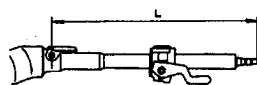

Рис. 10.40 Измерьте длину рулевой колонки (L) для проверки деформации (См. Раздел 16)
6. Если подшипники колонки повреждены или изношены, рулевую колонку необходимо заменить. Если они годятся для дальнейшего использования, очистите и смажьте подшипники многофункциональной смазкой. Осмотрите колонку на наличие повреждений или деформации и замените ее, если необходимо. Установите вал в колонку так, чтобы расстояние L между точками, показанными на Рис. 10.40, было таким, как указано на рисунке. При измерении проверьте, чтобы нижнее стопорное кольцо на верхнем конце вала рулевой колонки касалось верхнего подшипника (10.41).